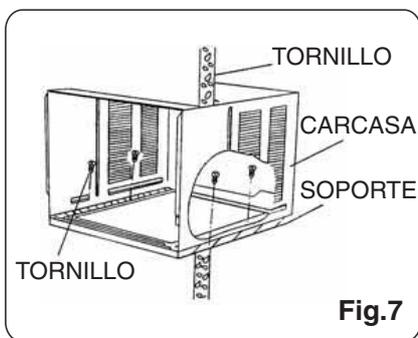

Fig.7
3. Cuando necesite drenar el agua, instale la clavija de drenaje en el chasis. Luego fije la carcasa en el soporte. (vea fig. 7)